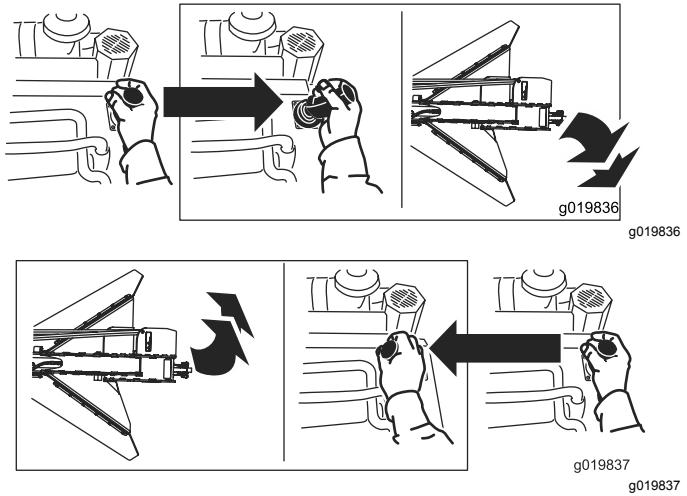

Figura 15
- Per ruotare la trinciatrice a destra o sinistra, spostate la leva nella direzione desiderata (Figura 15).